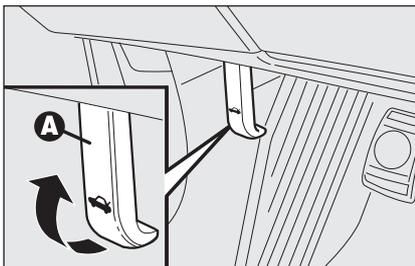

fig. 98
- tirare la leva **A-fig. 98** fino ad avvertire lo scatto di sgancio;